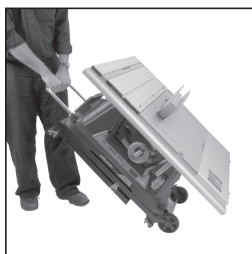

Fig. 10
6. Tirer la poignée vers le haut jusqu'à ce que les roulettes de transport intégrées de la scie touchent le sol complètement (**fig. 10**).